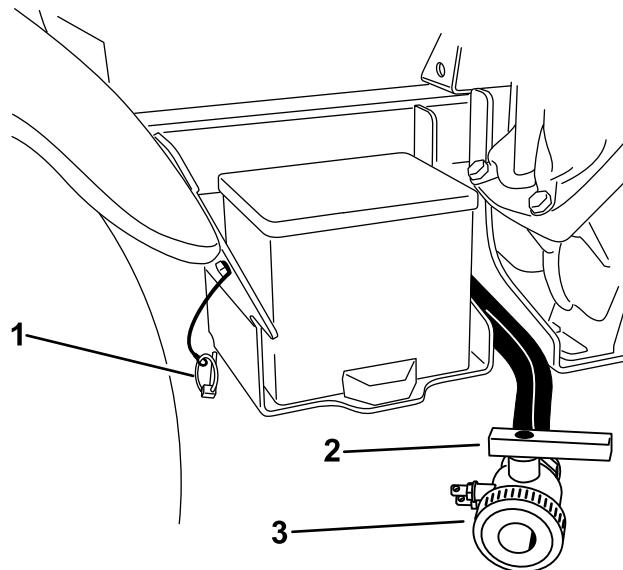

Figura 28
- B. Abra a válvula para escoar do depósito qualquer material não usado e eliminá-lo de acordo com as normas locais e as instruções do fabricante (Figura 28). O mesmo permite que escoar qualquer material residual da linha.
3. Quando o depósito estiver escoado por completo, feche a válvula de drenagem e instale a válvula na estrutura com o pino de sujeição removido previamente (Figura 28).